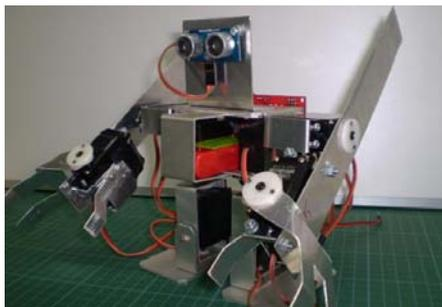
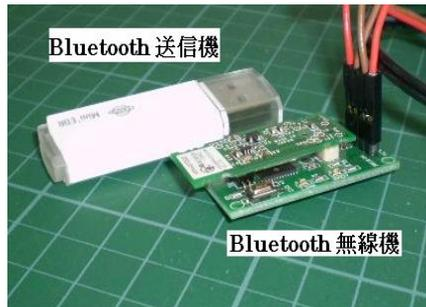

図 1 製作した二足歩行ロボット
図 2 使用した Bluetooth 無線機
- ①ロボットの製作：アルミ板を加工し、サーボモータ、マイコン（AT-WALKE マイコンボード）、センサなどを搭載しながら 4 自由度の小型二足歩行ロボットを製作した。使用したセンサは、超音波距離センサ、感圧センサである。図 1 には試作した二足歩行ロボットを示す。
- ②基本歩行機能：4 自由度の二足歩行ロボットのための前進、後退、旋廻などの基本的な歩行パターンについて検討し、タイマー割り込みを使って時間管理を行いながら歩行パターンを実行できるようにした。
- ③障害物検知：超音波距離センサを用いて対象物を検知できるようにした。この機能を応用することで対象物との距離を一定に保ちながら歩行できるようになった。
- ④ジョイスティックによる制御：操作パネルには計 3 つのジョイスティックを設け、それぞれ歩行用と左右腕用に利用できるようにした。ジョイスティックからのアナログ出力をマイコンの入力ポートに取り込み AD 変換し、ジョイスティックの傾きに応じて歩行全般、両腕、掴む、放すなどの動作をマニュアル制御できるようにした。
- ⑤無線による制御：パソコンとマイコン間の無線通信を実現するために Bluetooth による送受信プログラムを作成した。これにより、例えば④の操作を無線で行なうことができるようになった。図 2 には使用した Bluetooth 無線機を示す。